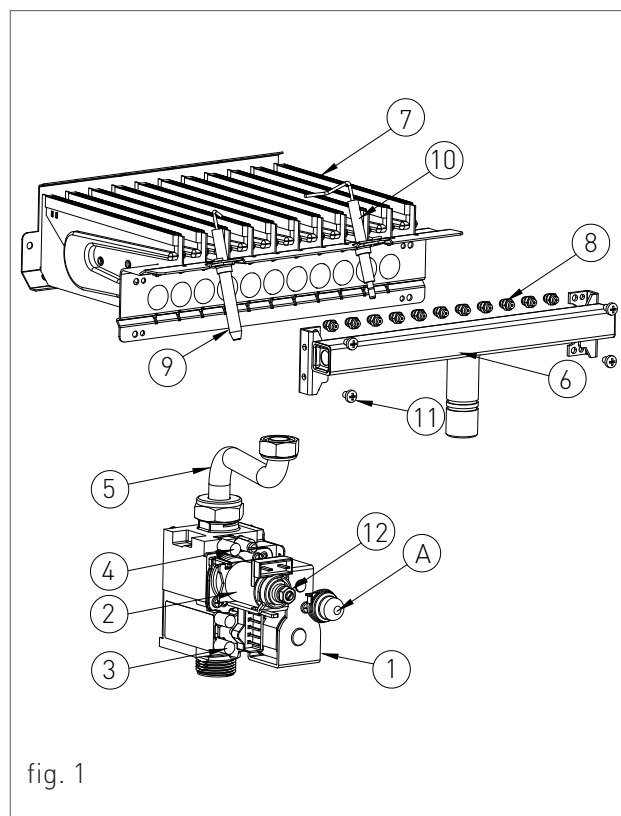

fig. 1
Per eseguire la trasformazione procedere nel seguente modo (vedi fig. 1):
9. nel caso di trasformazione METANO – GPL togliere il tappo 'A' dal modulatore (fig. 1) e avvitarlo completamente il dado '12' con una chiave aperta da 10; misurare la pressione di ingresso della valvola inserendo un manometro nella presa di pressione d'entrata '3' con bruciatore acceso, e regolare il riduttore di pressione di rete secondo i dati riportati al capitolo 'DATI TECNICI'. Nel caso di miscela di gas G30 – G31 regolare l'ingresso alla pressione del G31. Per tarare la minima meccanica vedi capitolo 'VERIFICA E TARATURA DELLE PRESSIONI GAS'.